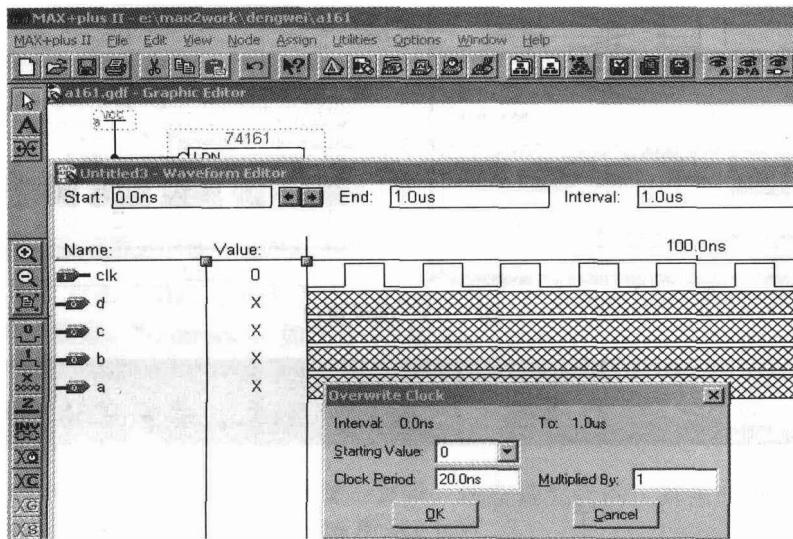

图 1-16 设置时钟周期
(11) 选中 clk 的 Value 单击左键使之变黑，用左边显亮的工具条时钟（点击），选“Clock-Period”（时钟周期），如图 1-16 所示。